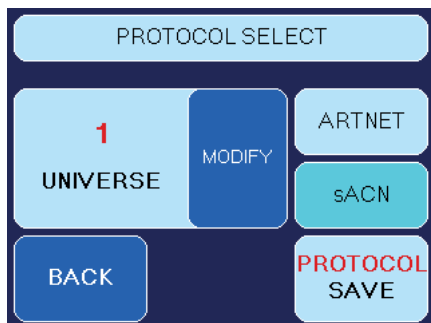
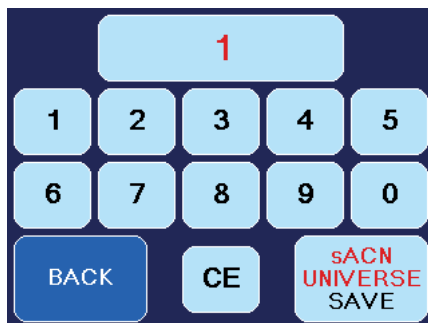

Abb. 14 Bildschirm mit aktiviertem sACN-Button
Abb. 15 Bildschirm zur sACN-Konfiguration
Wählen Sie **sACN** durch Drücken des entsprechenden Buttons aus (Abb. 14).
- Drücken Sie hierfür den **MODIFY**-Button (Abb. 14). Der rechte Bildschirm (Abb. 15) öffnet sich.
- Mit **sACN UNIVERSE SAVE** speichern Sie den eingestellten Wert, mit **BACK** gelangen Sie zum vorherigen Bildschirm (Abb. 14), ohne den Wert zu speichern.
- Drücken Sie nun **PROTOCOL SAVE** (Abb. 14, Zeile 4) um Ihre sACN-Einstellung zu speichern.